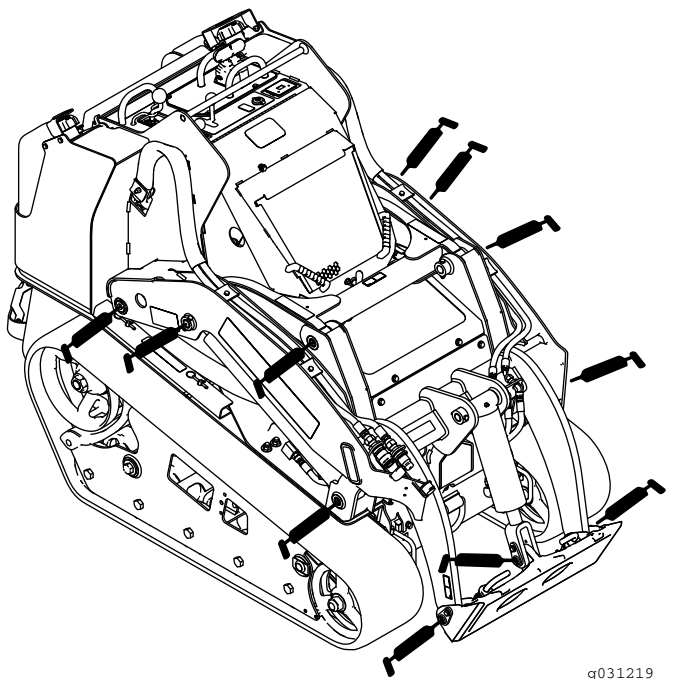
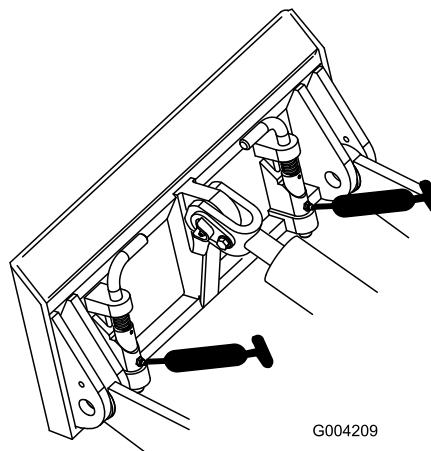
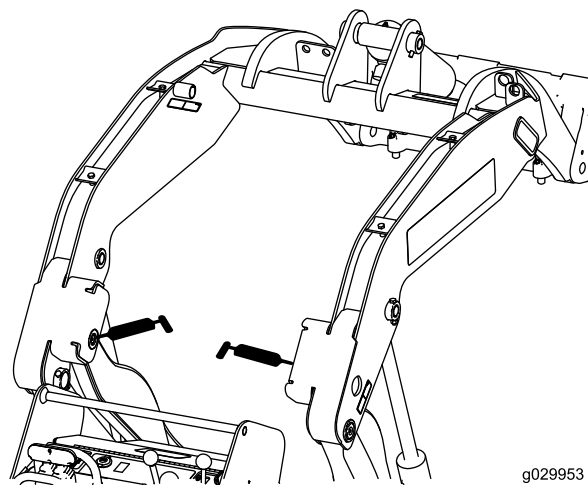

Рисунок 38
Рисунок 39
Рисунок 40
4. Присоедините к каждой масленке шприц для нагнетания консистентной смазки (Рисунок 38, Рисунок 39 и Рисунок 40).
Примечание: Прежде чем смазывать масленки, поднимите стрелы погрузчика, как показано на Рисунок 40.